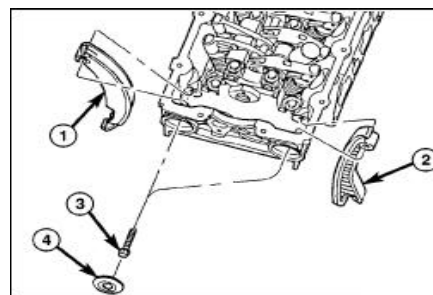

图. 31 正时链条导板安装
(30) 把凸轮轴链轮齿从曲轴处移开。
(31) 从凸轮轴上拆卸凸轮轴链轮，并从链轮上取下正时链条。
(32) 拆卸气缸盖塞，拆卸气缸盖上的固定正时链条导板的紧固件，取出正时链条导板(图. 31)。
(250 in. lbs.) (图. 31)。